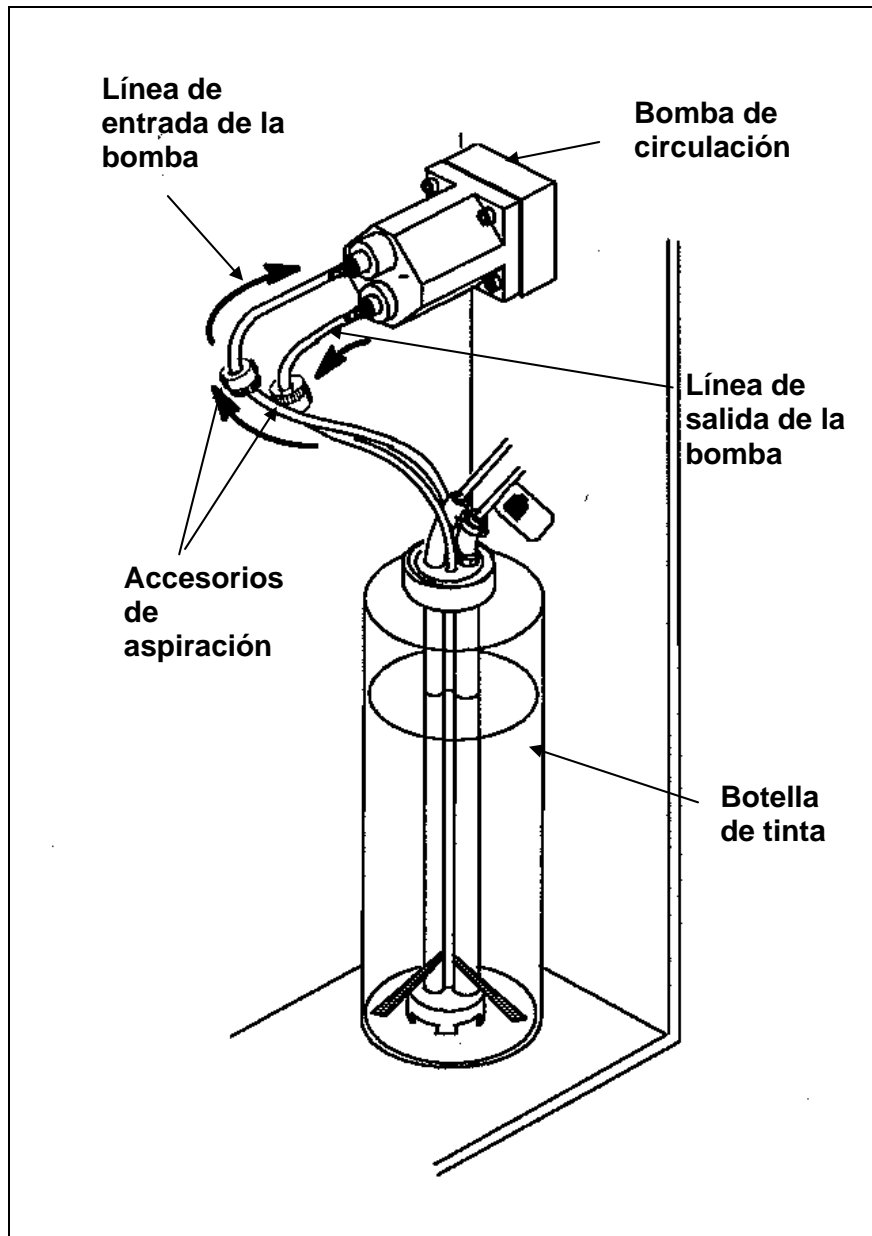
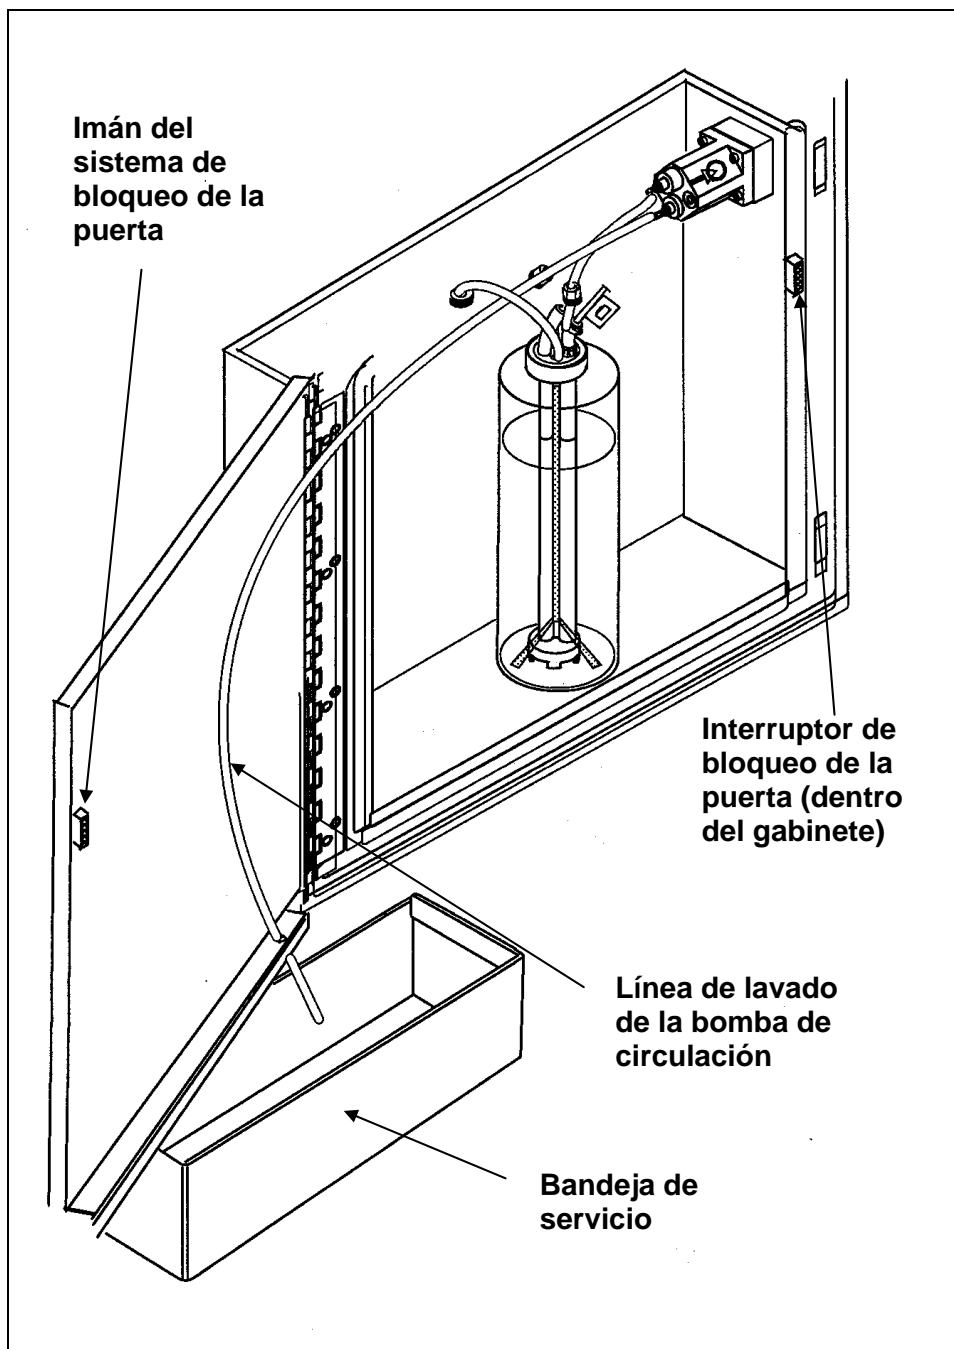

Figura B-4. Bomba de circulación de la tinta
Figura B-5. Conexión de la bomba de circulación a la línea de lavado de la bomba
Para verificar el funcionamiento de la bomba de circulación, conecte el tubo de salida de la bomba a la línea de lavado de la bomba de circulación (que se proporciona con la impresora (P/N 374813)) y diríjalo hacia la bandeja de servicio (consulte la Figura B-5 en la página B-16).
La bomba de circulación necesita lavarse con disolvente periódicamente. Complete estos pasos para lavar la bomba de circulación (vea la Figura B-4 y la Figura B-5).
7. Conecte la línea de salida (que se proporciona con la impresora (P/N 374813)) a la línea de lavado de la bomba de circulación y sáquela por uno de los agujeros inferiores del gabinete de la impresora y diríjala hacia una bandeja de servicio de acero inoxidable (vea la Figura B-5).
8. Cierre la puerta principal de la impresora para conectar la bomba de circulación. Para que la bomba de circulación complete su ciclo, debe cerrarse la puerta o colocarse un imán de bloqueo en la puerta (vea la Figura B-5).
Es posible que necesite drenar la bomba de circulación cuando la tinta se contamine o caduque; de lo contrario no podrá usarse (vea la Figura B-4 y la Figura B-5).
5. Conecte la línea de salida (que se proporciona con la impresora (P/N 374813)) a la línea de lavado de la bomba de circulación y sáquela por uno de los agujeros inferiores del gabinete de la impresora y diríjala hacia una bandeja de servicio de acero inoxidable (vea la Figura B-5).
6. Cierre la puerta principal de la impresora para conectar la bomba de circulación. Para que la bomba de circulación complete su ciclo, debe cerrarse la puerta o colocarse un imán en el sistema de bloqueo de la puerta (vea la Figura B-5).